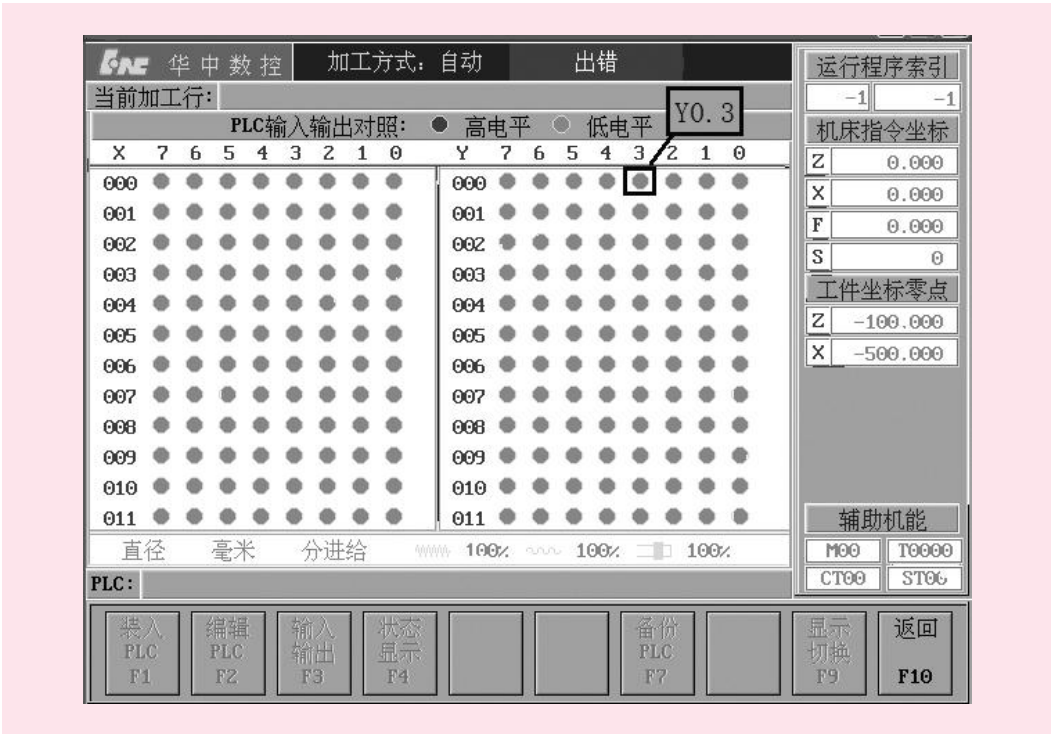

图 3 刀架正转控制信号 Y0.3 输出检查
1.首先看 NC 系统是否输出正转控制信号 Y0.3,这个信号可以在 HNC-21T 系统的 PLC 界面查看,如图 3 所示,有输出信号时此处为高电平点亮。若没有输出信号,刀架肯定不转。当然,这也可能是 PLC
出现这种故障现象时,可先查看 PLC 输入信号接口板上是否接收到了霍尔传感器的信号,查看图 3 中 PLC 输入信号 X1.1-X1.4 对应的指示灯是否轮